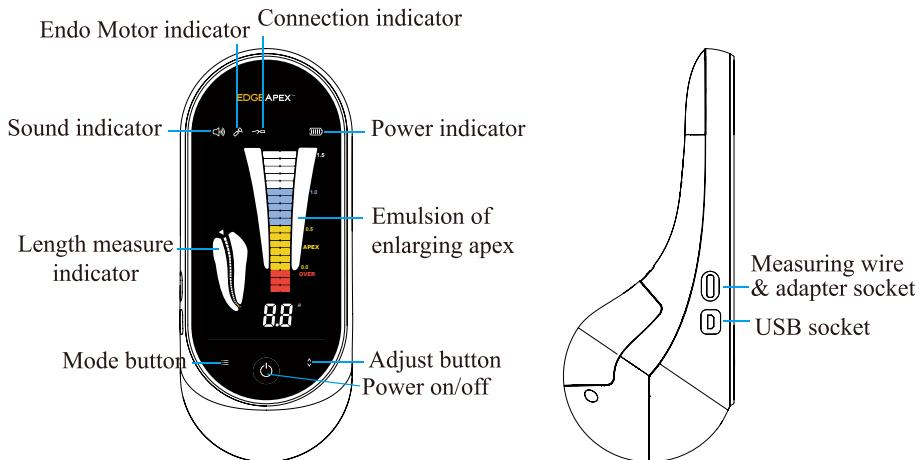

Bild 1
1.3.1 Abbildung der Haupteinheit. (Bild 1)